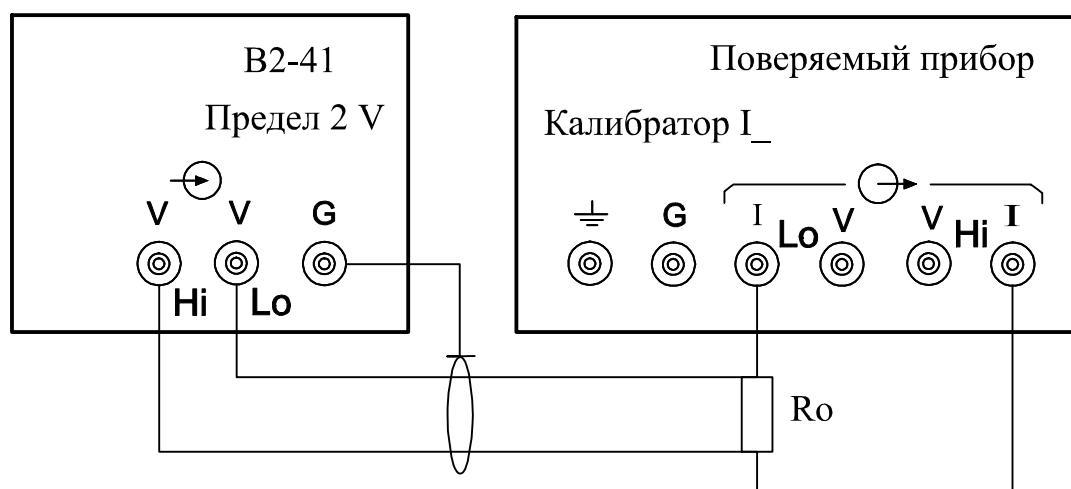

Рисунок 4.2 - Схема определения погрешности калибратора силы постоянного тока
- к токовым выходам "I" поверяемого прибора подключить меру сопротивления R_o (см. рисунок 4.2);